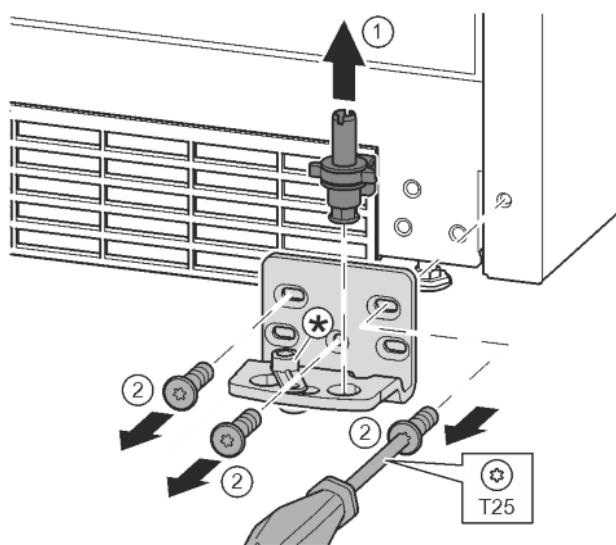

Fig. 10
- Опорный палец полностью извлечь движением вверх. Fig. 10 (1)
- Открутить винты отверткой T25 и снять опорный кронштейн. Fig. 10 (2)